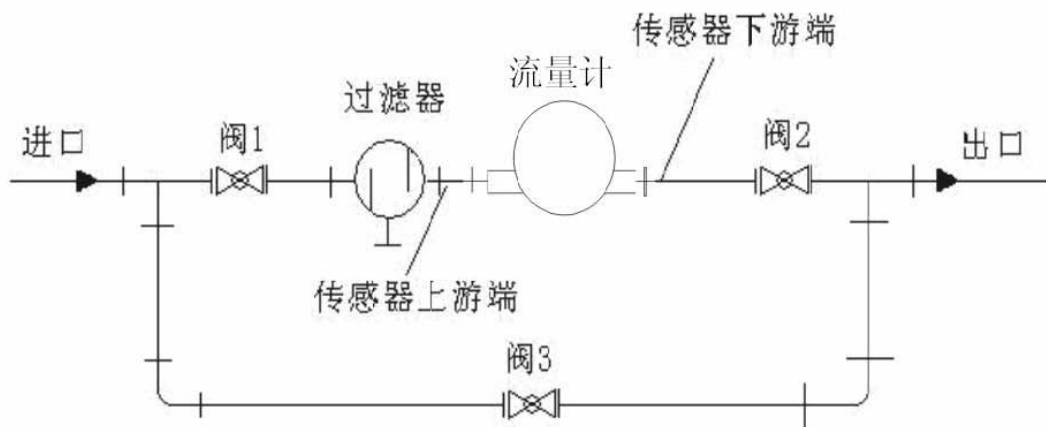

图 8-1
- 13、 流量计介质进出口法兰，应无应力的安装在工艺管道中，并使其法兰面可靠密封。安装结构图如图 8-1 ：